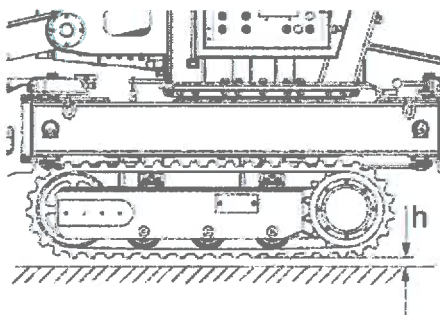

Abb. 64: Kettenfahrwerk entlasten
3. Die Maschine mittels der Stützen so weit anheben, bis das Kettenfahrwerk gerade entlastet ist (Abb. 64/h = max. 20 mm) (☞ Kapitel 6.5 „Maschine in Arbeitsstellung bringen“ auf Seite 68).